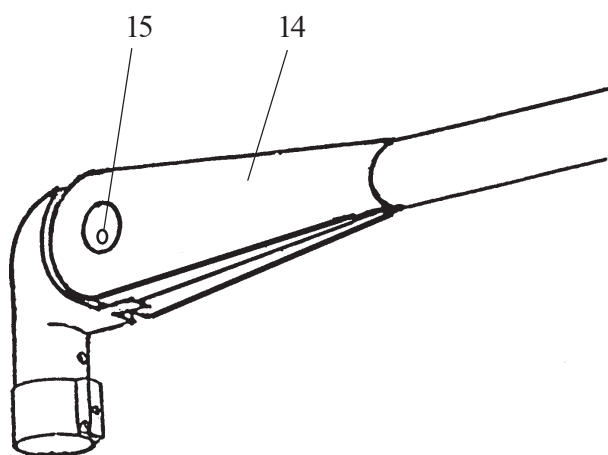

FIG. 3
- 1) Retirer les 2 vis (15) et les 2 caches (14) (FIG. 3)
- 1) Remove the 2 screws (15) and the 2 cover plates (14) (FIG. 3).
- 1) Die 2 Schrauben (15) und die 2 Deckplatten (14) entfernen (Abb.3).